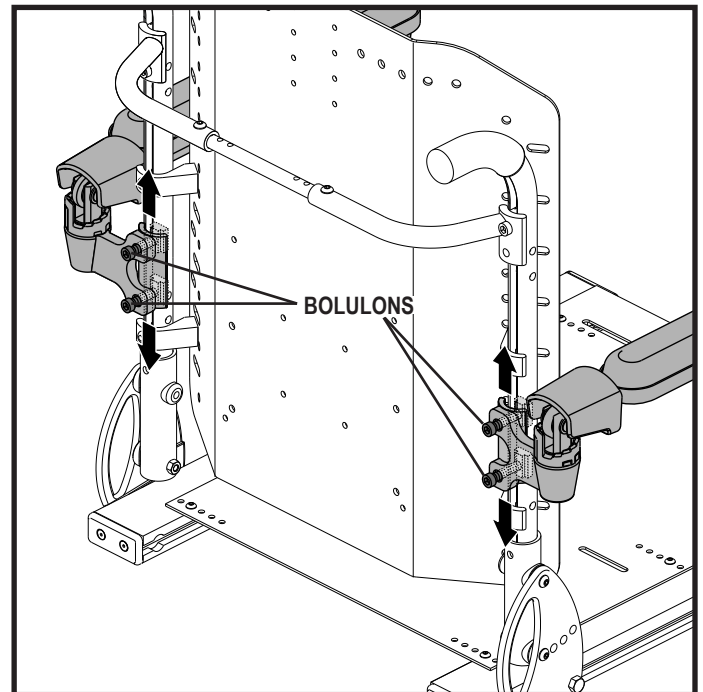

Figure 18. Réglage en hauteur des accoudoirs Cantilever non fixée sur la barre
1. Desserrez les deux boulons sur le support d'accoudoir. **Voir la figure 18.**